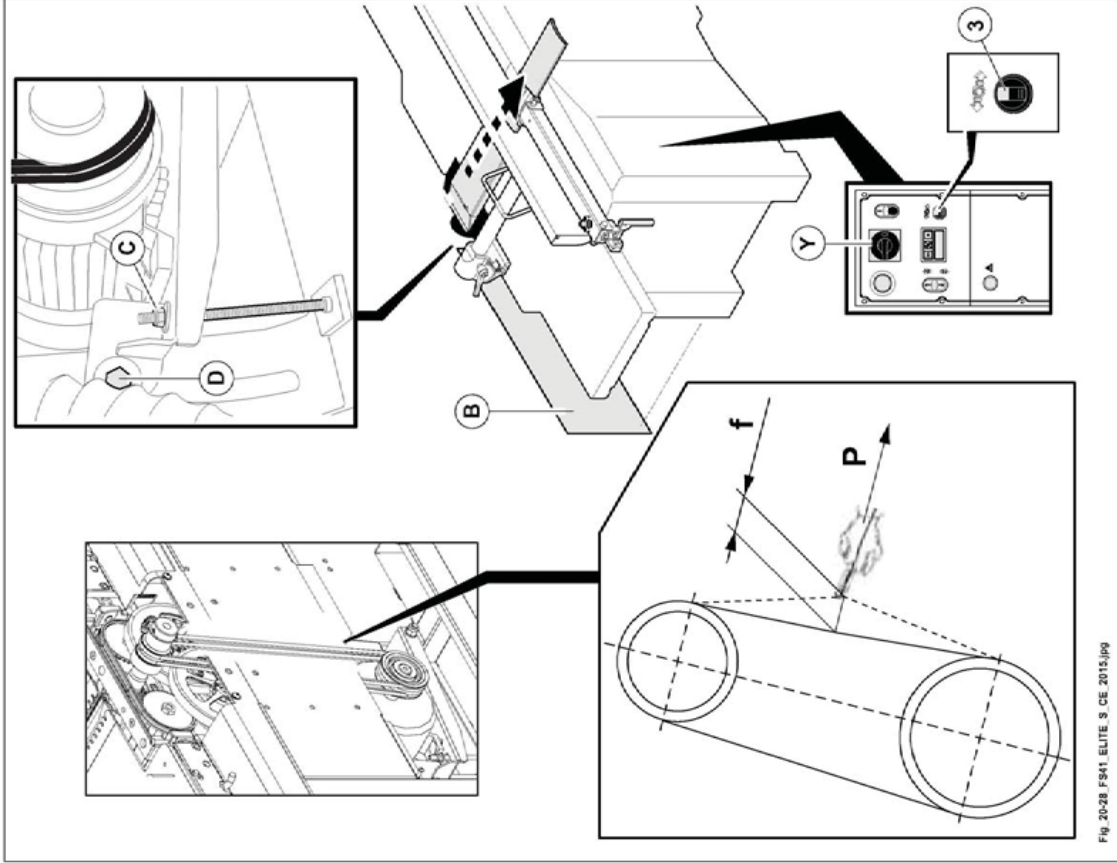

Abb. 20.28
hauptschalter (Y Abb. 20.28) auf I (ON) gedreht ist.
Lösen Sie die Motorbremse, indem Sie den Wählschalter (3, Abb. 20.28) auf drehen;
- 2) Hintertür abnehmen (B Abb. 20.28).
- 3) Die Schraube (D Abb. 20.28) lösen.
- 4) Die Mutter (C Abb. 20.28) zum Spannen des Riemens festziehen.
- 5) Nach beendeter Einstellung die Schraube (D Abb. 20.28) festziehen.
- 6) Hintertür anbringen (B Abb. 20.28).
die Motorbremse feststellen, indem man den Wählschalter (3 Abb. 20.28) auf dreht; motorbremse blockiert: Meldelampe verlöscht.
Um die Schutzabdeckung (B Abb. 20.28) bei Vorhandensein einer Längslochbohrvorrichtung zu entfernen, muss diese ganz nach oben verschoben werden.